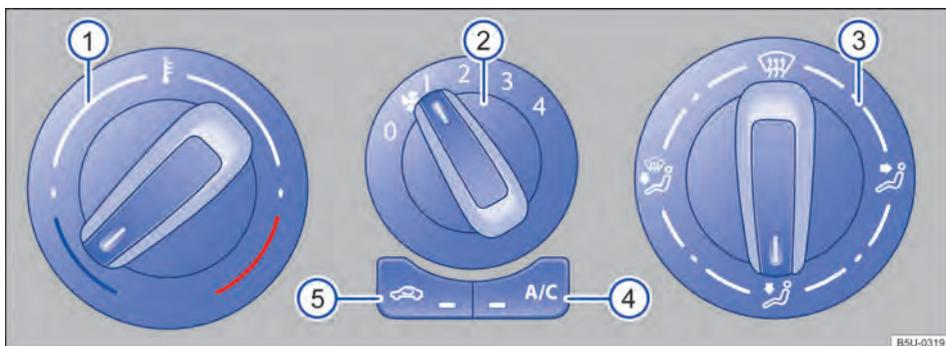

Fig. 73 Comandos do ar-condicionado.
- Sistema de ventilação e aquecimento: girar o regulador do ventilador para o nível 0 → Fig. 73 ②.
- Ar-condicionado: girar o regulador do ventilador para o nível 0 → Fig. 73 ②.
- Sistema de ventilação e aquecimento: girar o regulador rotativo esquerdo → Fig. 73 ① para regular a respectiva temperatura.
- Ar-condicionado: girar o regulador rotativo esquerdo → Fig. 73 ① para regular a respectiva temperatura.
- Sistema de ventilação e aquecimento: girar o regulador do ventilador → Fig. 73 ②.
- Ar-condicionado: girar o regulador do ventilador → Fig. 73 ②.
- *Sistema de ventilação e aquecimento*: girar o regulador da direita → Fig. 73(3) para posição desejada.
- *Ar-condicionado*: girar o regulador da direita → Fig. 73(3) para posição desejada.
- Girar o botão da distribuição de ar → Fig. 73③ para a posição , nesta posição o modo de recirculação de ar é automaticamente desligado.
- Girar o botão do ventilador ② no nível 3 ou 4.
- Girar o botão da temperatura ① para a posição desejada.